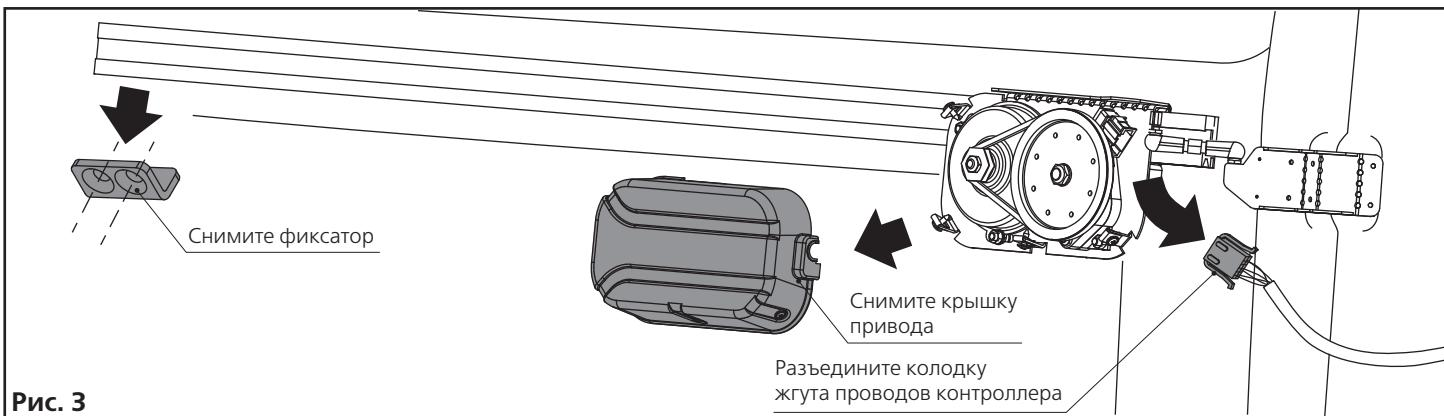

Рис. 3
4. Откройте дверь вручную (рис. 3).
2. Снимите фиксатор (рис. 3).
3. Снимите крышку привода (рис. 3).
4. Разъедините колодку жгута проводов контроллера (рис. 3).